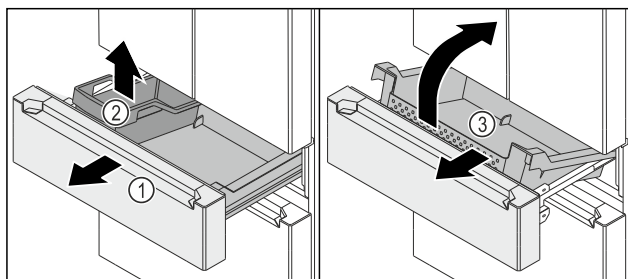

Fig. 146
- ▶ Витягніть висувний візок Fig. 146 (1) до упору.
- ▶ Вийміть FlexBox Fig. 146 (2).
- ▶ Підніміть контейнер Fig. 146 (3) спереду.
- ▶ Вийміть контейнер Fig. 146 (3) під кутом уперед.